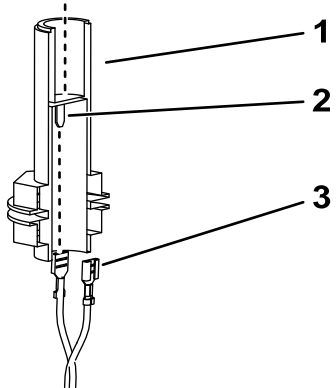

Figure 9
4. Branchez les connecteurs libres du faisceau sur les cosses plates du connecteur à douille du gyrophare (Figure 9).